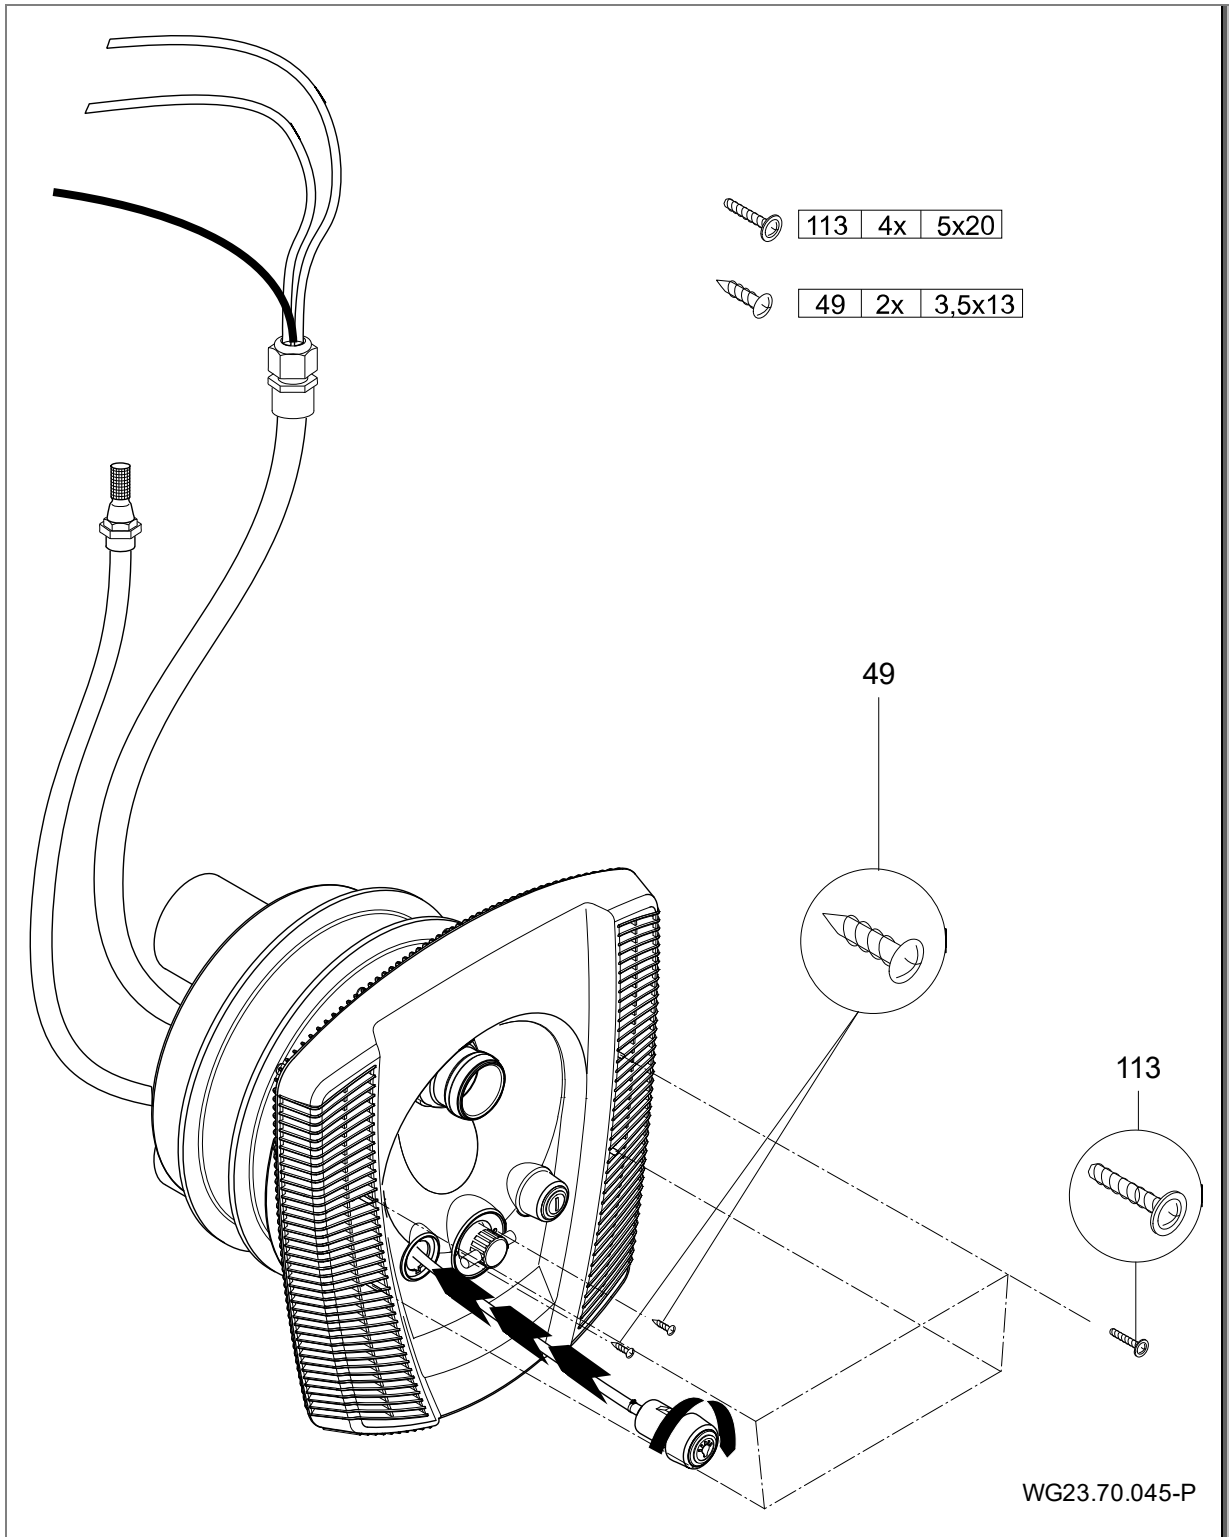

Fig. 19
7. Fissare la mascherina/copertura (93) con le quattro viti (113) all'alloggiamento degli ugelli (102.1). Inserire i due tasti pneumatici nell' corpo aspirazione e bloccare girando in senso orario. (Fig. 19)